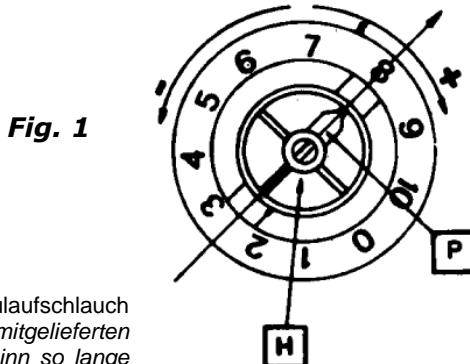
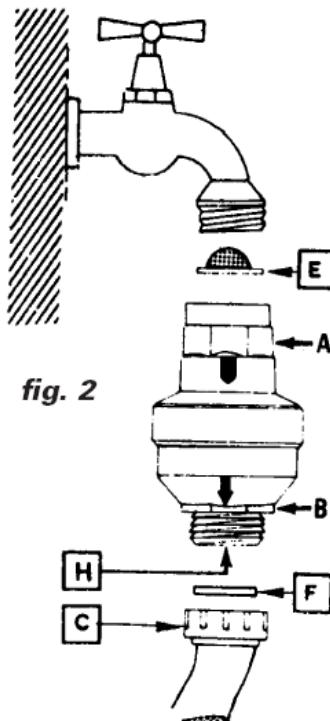

Fig. 1
fig. 2
Unentbehrliches Zubehör für Wasch- und Geschirrspülmaschinen, da unter den *in den technischen Eigenschaften im folgenden beschriebenen Bedingungen* das Durchlaufen von größeren Wassermengen als auf dem Anzeiger eingestellt wurde vermieden werden, wodurch ständiges Überlaufen verhindert wird. Das Gerät verfügt außerdem über ein spezielles Rückschlagventil (schützt vor Wasserverschmutzung). Zu einer optimalen Funktionsweise wird geraten, die Montage in vertikaler Position durchzuführen, wie auf Abb. 2 dargestellt, wobei die folgenden Angaben sorgfältig eingehalten werden müssen.
Der WATER BLOCK wird zwischen dem Wasserhahn und dem Zulaufschlauch des Hausgerätes (Abb. 2) montiert. Unter Zuhilfenahme des mitgelieferten Schlüssels wird der Anzeiger P im entgegengesetzten Uhrzeigersinn so lange gedreht, bis die gewünschte Position erreicht wird. Bei Haushalt-Waschmaschinen wird der Anzeiger P auf die Nr. 8 voreingestellt (Abb. 1), während bei Anwendung auf Geschirrspülmaschinen der Anzeiger P auf die Nr. 1.5 gestellt wird (Abb. 1).
1. Den WATER BLOCK manuell am Wasserhahn (3/4" Gas) anschrauben, wobei das Sieb E mit der Wölbung nach oben wie auf Abb. 2 dargestellt eingelegt wird. Eine falsche Montage des Siebs verhindert eine korrekte Funktionsweise des WATER BLOCKS. Im Falle von An- und Abschrauben mit Werkzeugen muß das entsprechende Achteck A benutzt werden.
2. Der Wasserzulaufschlauch C wird an der unteren Seite des WATER BLOCKS angeschraubt. Wenn der Wasserzulaufschlauch ein Sieb beinhaltet, muß dieses vorher entfernt und durch eine Flachdichtung F ersetzt werden. Im Falle von An- und Abschrauben mit Werkzeugen muß das entsprechende Sechseck B zur Blockierung des WATER BLOCKS während des Arbeitsgangs benutzt werden. Im Falle eines Defekts der ein ständiges Wasserleck hervorruft, schließt der WATER BLOCK im Anschluß den Durchfluß der Wassermenge die vorher auf dem Anzeiger P eingestellt wurde. Zur Wiederherstellung der Funktion des WATER BLOCKS nach Auslösung des Blockiersystems wird der Wasserhahn geschlossen und der Defekt behoben. Dann wird der Wasserzulaufschlauch C vom WATER BLOCK abgeschraubt und der Stift H gedrückt, der sich auf der Unterseite des Gerätes (Abb. 1) befindet. Wenn der Wassereingangsdruck hoch ist kann es passieren, daß der Knopf schwer zu drücken ist. In diesem Fall wird der WATER BLOCK leicht vom Wasserhahn abgeschraubt. Der Knopf H kann dann ganz leicht eingedrückt werden. Daraufhin werden die Arbeitsgänge unter dem Kapitel Einbau wiederholt.